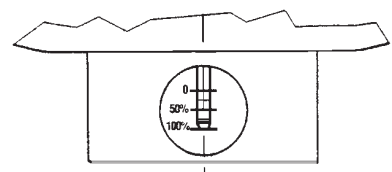

Fig. 18
- 16) Am Schauglas der Hubanzeige (Abb. 18) prüfen, ob der Monitor PM/182 voll geöffnet hat.
- 16) Vérifier que le monitor Reval 182 est positionné en ouverture complète en contrôlant la position de l'indicateur de course à travers le hublot (fig. 18).